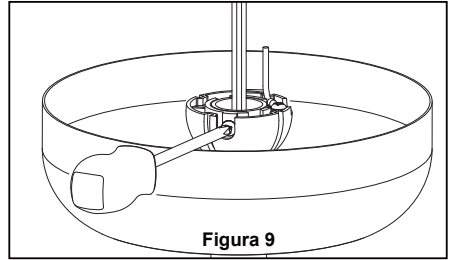

Figura 9
9. Vuelva a colocar la semiesfera en el barral como se indica a continuación. Pase los cables de negro, blanco y azul a través de la semiesfera. Pase el pasador a través de los dos orificios en el barral y alinee la semiesfera de modo que el pasador quede atrapado en la ranura de la parte superior de la misma. Empuje la semiesfera hacia arriba, bien ajustada contra el pasador. Ajuste firmemente el tornillo de fijación en la semiesfera. Si el tornillo de fijación está flojo, podría provocar oscilación del ventilador. (Figura 9)